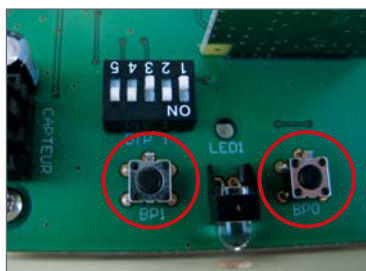

fig.2 - Sun™ & Confort™
■ localice el botón pulsador 1 (BP1) en la tarjeta de la central de detección (fig.2).
- localice los botones pulsadores BP1 y BPO (fig.2).
- localice el botón pulsador BPO en la electrónica de Confort™ (fig.2)
- espere un minuto pulsando regularmente el BPO de su central de detección (fig.2).